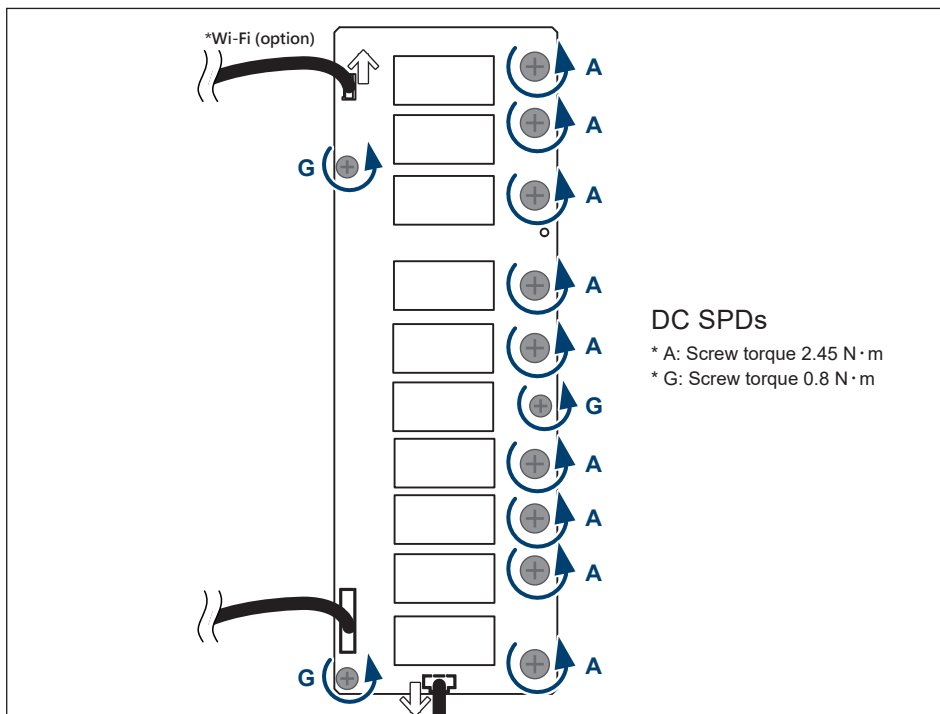

图 5-7 : 移除DC SPD 螺丝与排线
• 更换异常的DC SPD模组 (图 5-7)
将12个螺丝锁紧至扭矩值如图5-7所示。